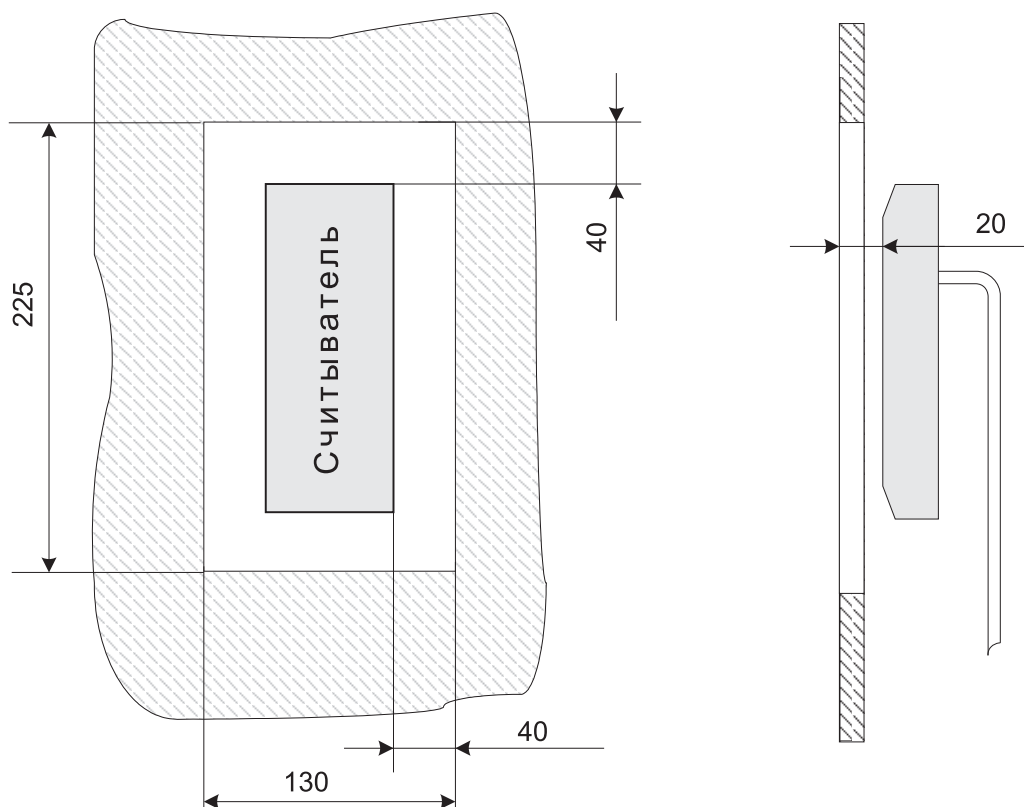

Рисунок 1 Установка считывателя за металлической поверхностью
- При установке считывателя за металлической поверхностью, в ней необходимо вырезать окно, напротив которого, равноудалено от краев окна, и устанавливается считыватель (см. рисунок 1), при этом размеры окна должны быть не менее 225×130 мм. Само окно может быть закрыто неметаллической вставкой (например, из пластмассы), а считыватель может быть утоплен вглубь окна на расстояние не более 20 мм от внешней стороны металлической поверхности — дальность считывания кода при таком способе монтажа считывателя уменьшается на 30 – 50%.